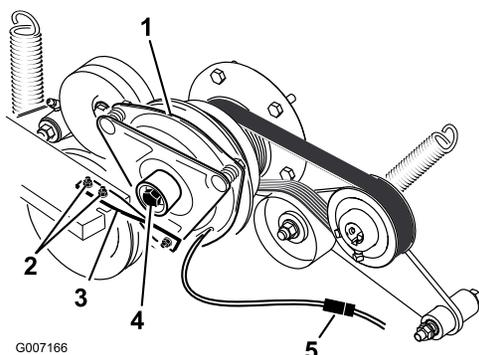

Figura 60
- Scollegate la connessione elettrica della frizione (Figura 60).
- Rimuovete i due bulloni che fissano la cinghia di gomma della frizione al telaio del tosaerba (Figura 60).
- Rimuovete il bullone centrale che fissa la frizione all'albero motore e rimuovete la frizione e la chiave (Figura 60).
- Tenendo l'albero a gomiti sulla parte posteriore della macchina, installate il bullone centrale e serratelo a 68 Nm (Figura 60).
- Fissate la cinghia di gomma della frizione al telaio del tosaerba con i due bulloni e dadi precedentemente rimossi (Figura 60).
- Collegate la connessione elettrica della frizione (Figura 60).